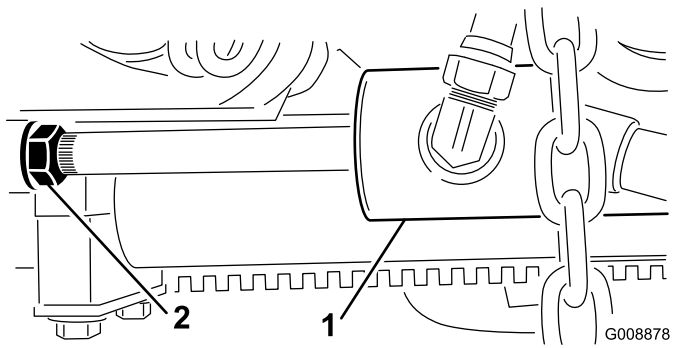

Figura 29
2. Afrouxe a contraporca na haste do cilindro de elevação (Figura 29).